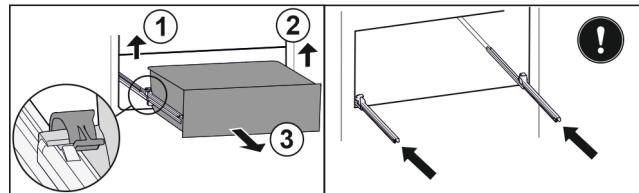

Fig. 38\*
- Приподнимите левый зажим и одновременно вытяните движением вперед выдвижной ящик слева Fig. 38 (1).\*
- Приподнимите правый зажим и одновременно вытяните движением вперед выдвижной ящик справа Fig. 38 (2).\*
- Извлеките выдвижной ящик движением вперед Fig. 38 (3).\*